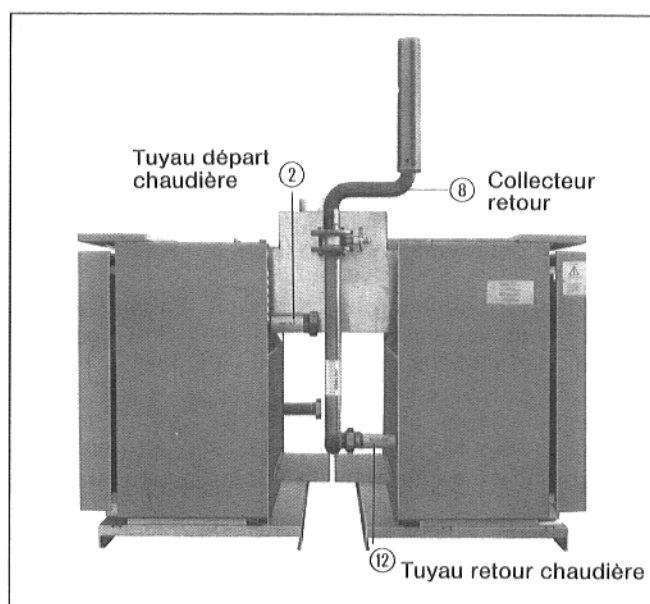

Fig. 1
1. Etancher dans le bloc chaudière les tuyaux départ et retour chaudière ② ⑫ (tuyaux départ env. 240 mm, tuyaux retour env. 175 mm – Fig. 1).
2. Visser le collecteur retour ⑧ accompagné de la vanne d'arrêt ③ dans le tuyau retour du bloc chaudière 2 (Fig. 1).